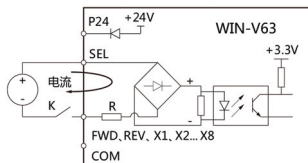

图 3-22 使用外部电源时输入干接点信号接线示意图
- ②使用外部电源，接线方式如图 3-22 所示。（注意去除 SEL 与 P24 端子间的短路片）